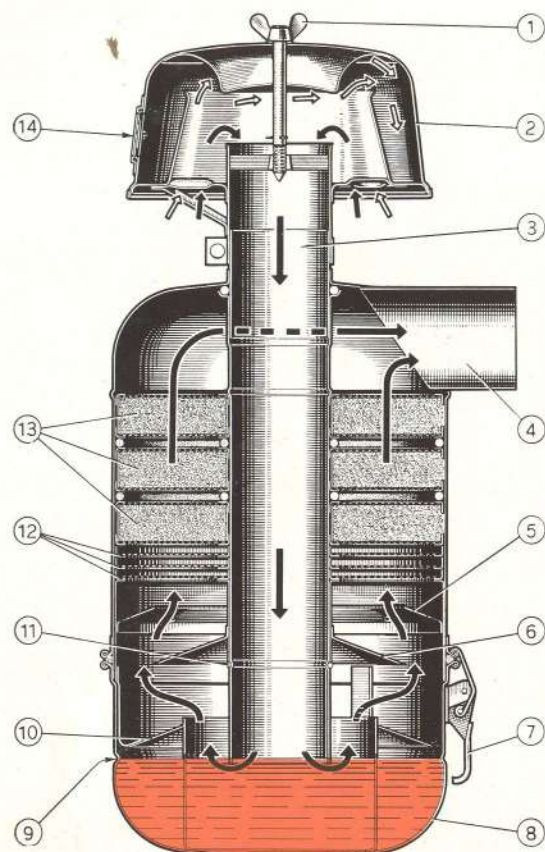

Fig. 17. - Coupe du filtre à air à bain d'huile
**Filtre à air à bain d'huile.** L'air nécessaire à la combustion est aspiré par le moteur à travers un filtre à bain d'huile, muni de préfiltre centrifuge (fig. 17). Ce dernier retient une première partie de poussière et de particules diverses: il est pourvu d'un voyant.